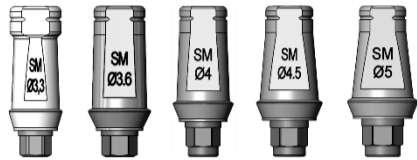

Figura 1 - Monconi Easycap SM ht 1,5 - hc 8
- Moncone Easycap SM (Figura 1) dotato di Vite di Fissaggio, entrambi in lega di titanio.